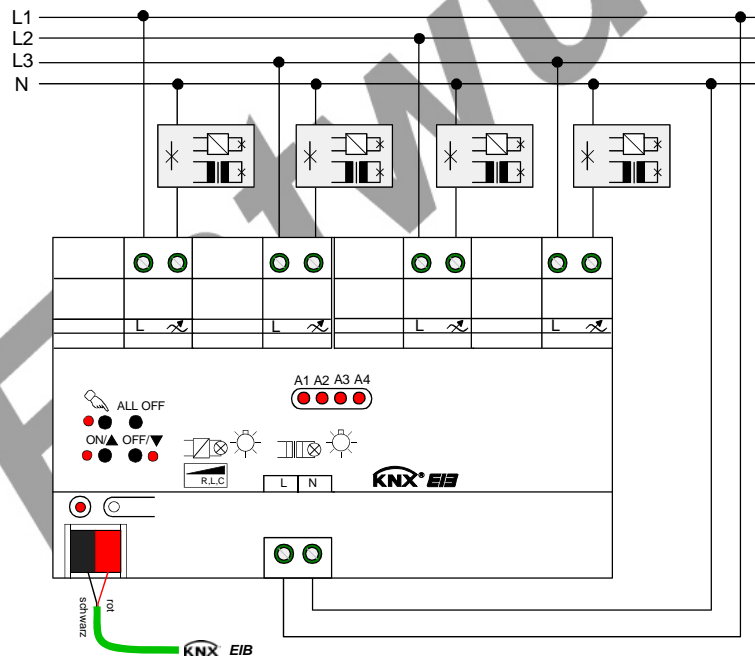

Bild 1: Elektrischer Anschluss
- Den Anschluss der Netzspannungsversorgung, der Lasten und der Busleitung gemäß Bild 1 (Anschlussbeispiel) vornehmen.